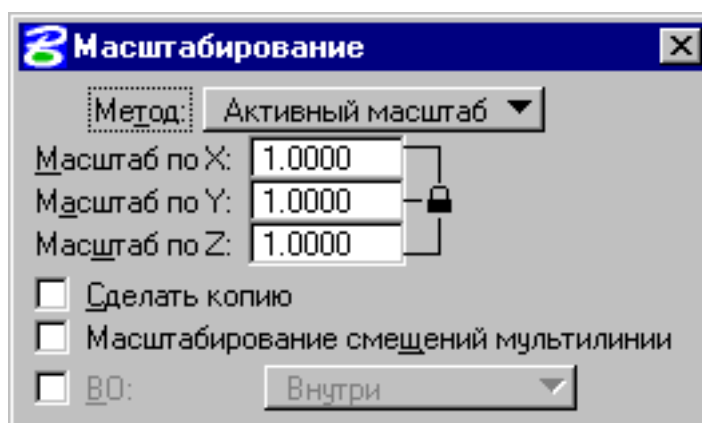

рис. 39
- *Масштабирование* – четвертый инструмент из панели пиктограмм *Манипуляции* (рис. 32). Существует два способа масштабирования элемента – *Активный масштаб* или *По 3-м точкам*. При *Активном масштабе* Вам надо ввести коэффициент масштабирования по каждой из осей проектирования (рис. 39). Если замочек закрыт (справа от масштабных коэффициентов), то при изменении одного из значений, другие становятся такими же (пропорциональное масштабирование). Не забудьте в поле *Сделать копию* поставить галочку, если хотите оставить исходный элемент.